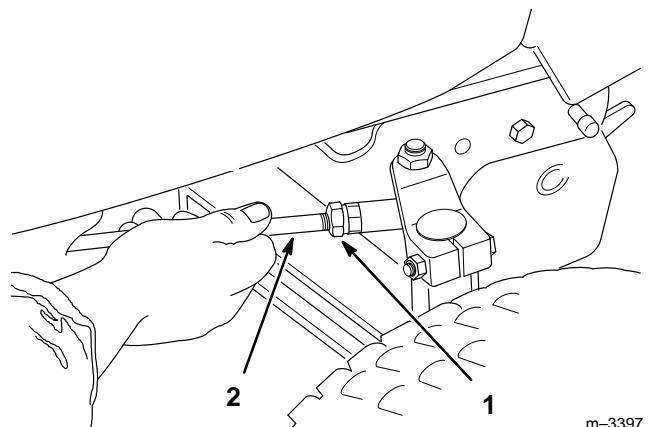

Figure 42
1. Desserrer les contre-écrous aux extrémités des biellettes de direction (Fig. 42).